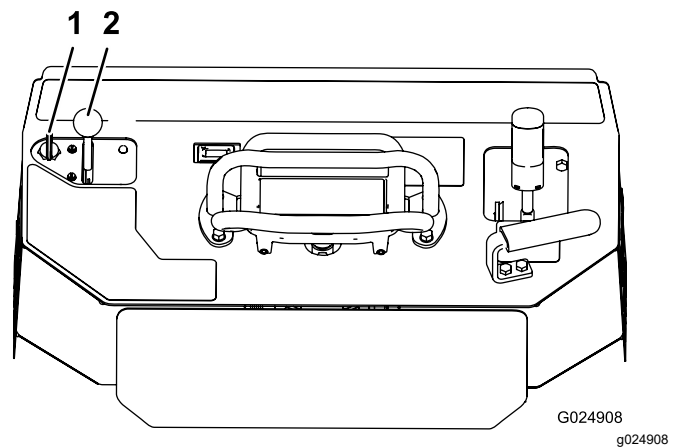

Figura 18
1. Mueva la palanca del acelerador a un punto intermedio entre las posiciones de LENTO y RÁPIDO (Figura 18).
2. Gire la llave a la posición de CONECTADO (Figura 18). Cuando el motor arranque, suelte la llave.
3. Mueva la palanca del acelerador a la posición deseada (Figura 18).